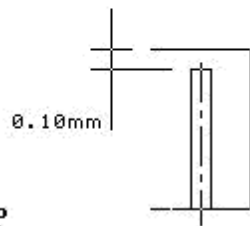

Figura 7
14.- Una barra de cobre de 1 m de longitud a temperatura ambiente se coloca separada 0.10 mm entre su extremo A y una pared rígida como se muestra en la figura 7 . Calcular el esfuerzo de compresión axial en la barra si la temperatura aumenta $40\text{ }^{\circ}\text{C}$.